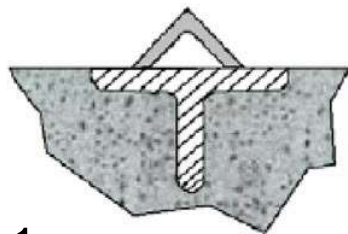
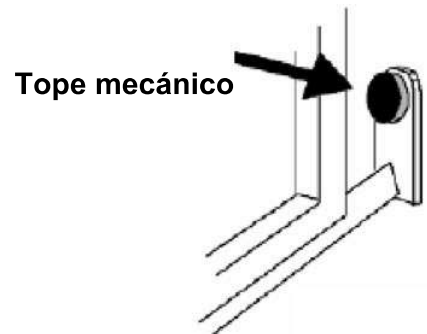

Fig. 1
Fig. 2
- Antes de proceder al montaje del automatismo controlar el buen funcionamiento de la cancela. Asimismo es conveniente verificar que la guía de desplazamiento a tierra ( **Fig. 1** ) no presente malformaciones, que se encuentre perfectamente nivelada y que el tope mecánico en apertura esté presente ( **Fig. 2** ), para evitar que la cancela salga de las guías superiores ( **Fig. 3** ).